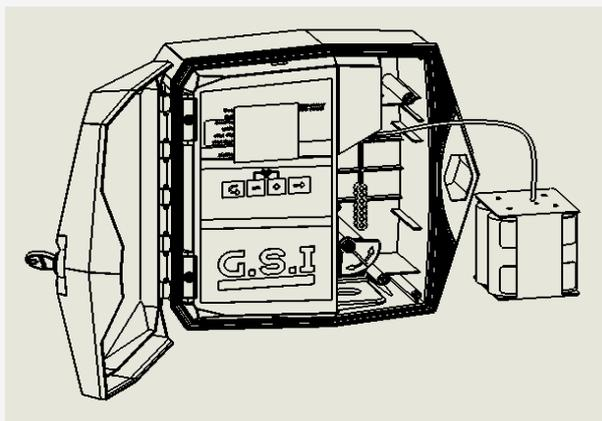

Рисунок 13: Отсек батарей удален - версия щелочных батарей
3. Повернуть защелку отсека на 90 градусов и вытащить батарейный отсек (рис. 13).
отсек (рисунок 13)